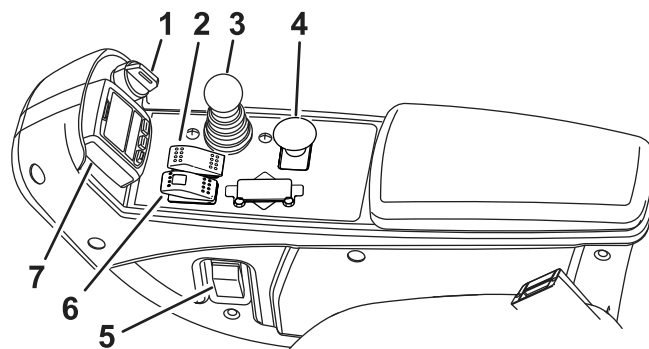

Рисунок 39
**Примечание:** В ситуации, требующей экстренного торможения, уберите ногу с педали хода, а затем переведите выключатель стояночного тормоза вперед (Рисунок 39).
Для наклона рулевой колонки на себя нажмите педаль (Рисунок 39), потяните рулевую колонку на себя, поставьте ее в наиболее удобное положение и отпустите педаль.
Ключ замка зажигания (Рисунок 39) имеет три положения: ВЫКЛ, ВКЛ/ПОДОГРЕВ и ПУСК.
Для включения стояночного тормоза (Рисунок 39) переведите переключатель на консоли вперед. Красная подсветка переключателя загорается, когда он включен. Для выключения стояночного тормоза переведите переключатель назад.
Этот рычаг (Рисунок 39) поднимает и опускает режущие блоки.
Жидкокристаллический дисплей системы инфо-центра показывает информацию о машине, такую как рабочее состояние, различную диагностическую информацию и другие сведения о машине (Рисунок 39).
Переведите выключатель вверх для включения фар (Рисунок 39).